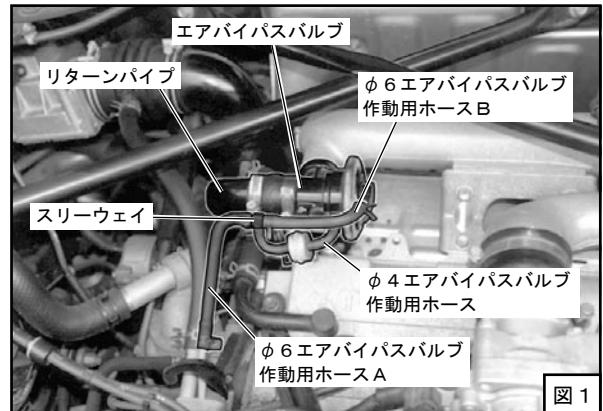

図1
- (1) バッテリのマイナス端子（-）からケーブルターミナルを取り外してください。
- (2) $\phi 4$ エアバイパスバルブ作動用ホース、 $\phi 6$ エアバイパスバルブ作動用ホースBをエアバイパスバルブから取外してください。（図1）
- (3) (2)で取外したエアバイパスバルブ作動用ホースをスリーウェイとともに $\phi 6$ エアバイパスバルブ作動用ホースAから取外してください。（図1）
(ホースクランプは再使用します)（図1）
(0リングは再使用します)（図1、図2）